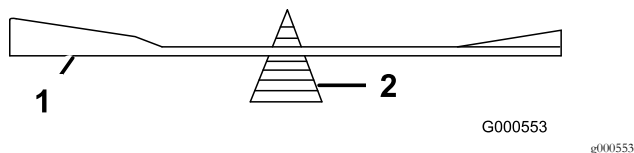

Figura 54
2. Verifique el equilibrio de la cuchilla colocándola sobre un equilibrador de cuchillas (Figura 54).